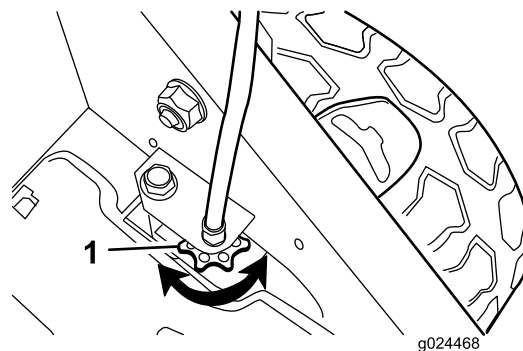

Figura 27
- Se le ruote non girano quando inserite la barra della trazione automatica, la cinghia di trazione è eccessivamente allentata. Ruotate la manopola di controllo trazione della ruota (Figura 27) in senso orario di 1 giro e ripetete le fasi da 4 a 6.
- Se le ruote girano prima dell'inserimento completo della barra della trazione automatica, la cinghia di trazione è eccessivamente tirata. Ruotate la manopola di controllo trazione della ruota (Figura 27)